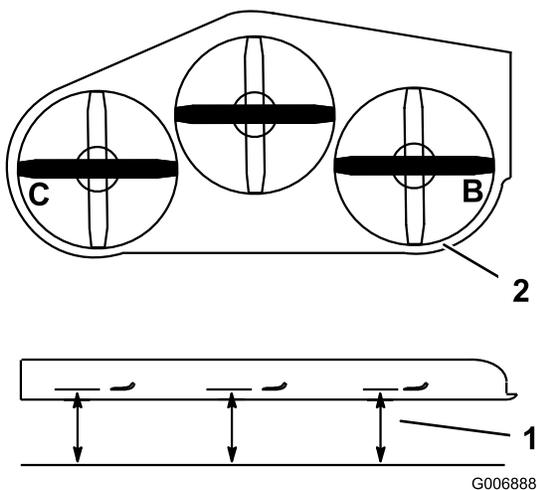

Figura 80
- Posizionate la lama **destra** fianco a fianco (Figura 80).
2. Misurate la lama destra al punto **B** da una superficie piana fino al tagliente della punta della lama (Figura 80).
4. Posizionate la lama sinistra fianco a fianco (Figura 80).
5. Misurate la lama sinistra al punto **C** (Figura 80) da una superficie piana fino al tagliente della punta della lama.